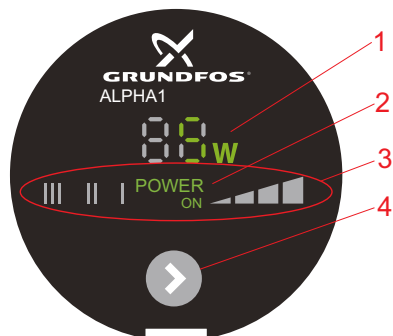

Fig. 8 GRUNDFOS ALPHA1-betjeningspanel
Displayet (fig. 8, pos. 1) lyser når der er tændt for strømforsyningen.
Lysfeltet "POWER ON" (fig. 8, pos. 2) lyser når der er tændt for strømforsyningen.
Pumpen har syv indstillingsmuligheder som kan vælges med trykknappen. Se fig. 8, pos. 4.
Ved hvert tryk på knappen (fig. 8, pos. 4) skifter pumpeindstillingen.